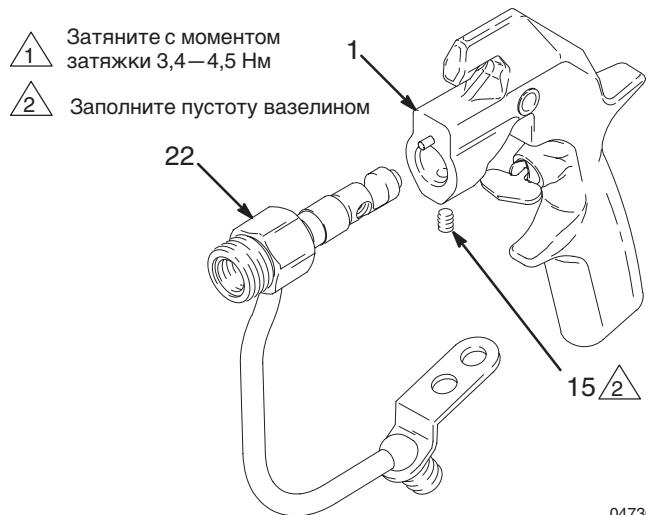

Рис. 18 — 04736
- Вдвигайте корпус для жидкости (22) на корпус пистолета-распылителя (1) до его полной посадки. Затяните установочные винты (15) с моментом затяжки 3,4–4,5 Нм. Заполните пустоты установочных винтов вазелином. См. Рис. 18.